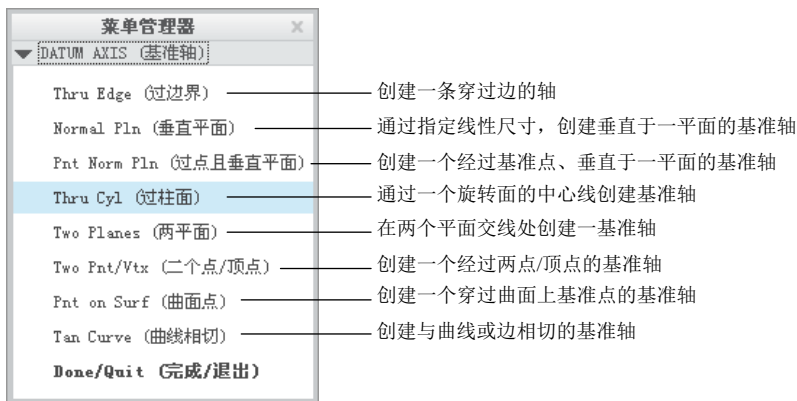

图 5.4.11 “基准轴”菜单
- (1) 在“轴”对话框的“名称”文本栏中输入基准名 B。
- (2) 单击该对话框中的“定义...”按钮，在弹出的图 5.4.11 所示的“基准轴”